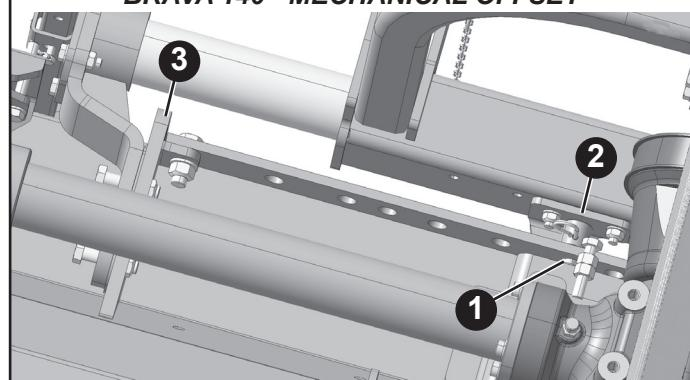

fig.28
- Posicionar la barra en el agujero elegido y volver a colocar el perno. A este punto ya se puede enganchar la máquina al tractor. El estribo de acoplamiento al armazón de tres puntos (2 fig. 28-fig. 29) puede montarse de dos formas diferentes, en función del tipo de máquina utilizada.
En el centro, respecto al armazón de tres puntos (2 fig. 28), para la máquina BRAVA mod. 140; en posición externa, respecto al armazón de tres puntos (2 fig. 29) para la máquina BRAVA mod. 160-180-200;